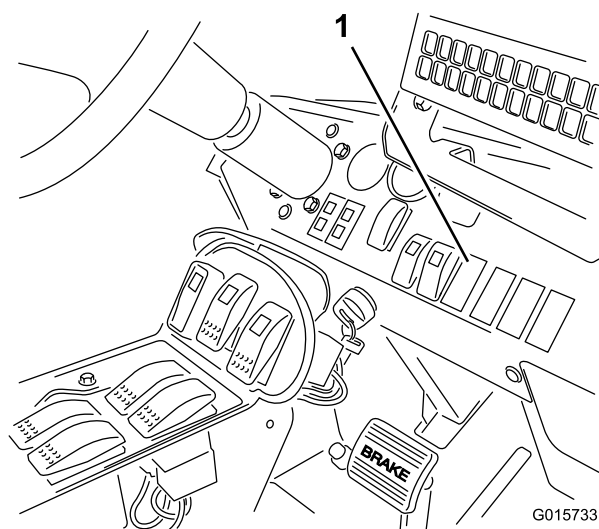

Figura 18
2. Retire el tapón del interruptor del salpicadero, en la posición mostrada en Figura 18.